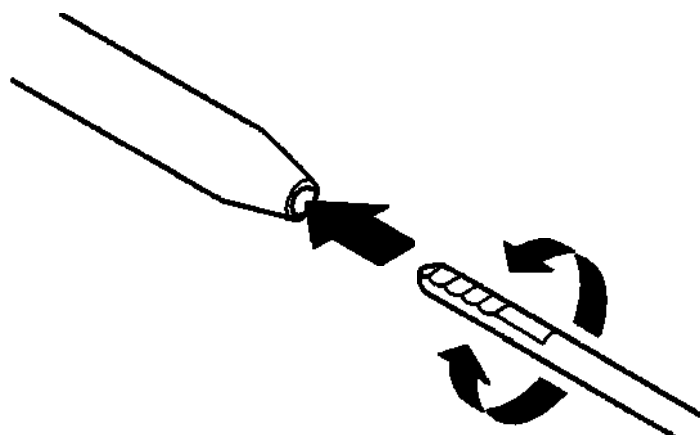

Рисунок 4 – Вставьте режущую принадлежность
5. Поверните режущую принадлежность, если необходимо, чтобы она могла пройти сквозь совмещающий элемент и сесть в муфту (Рисунок 4).